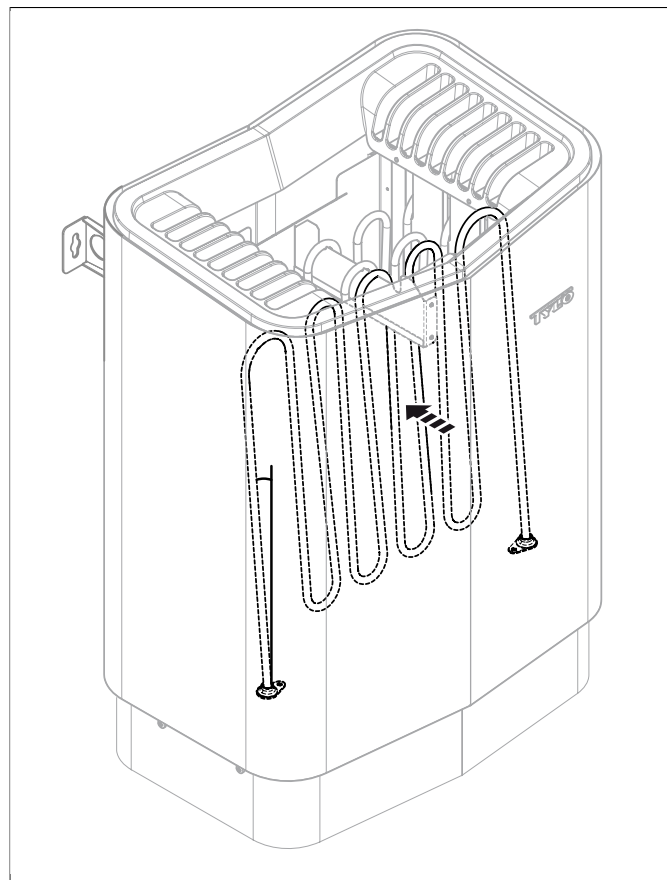

Fig 7: Incliner les résistances
2. Incliner les résistances pour faciliter la sortie des pierres voir **Fig 7**, page 4.